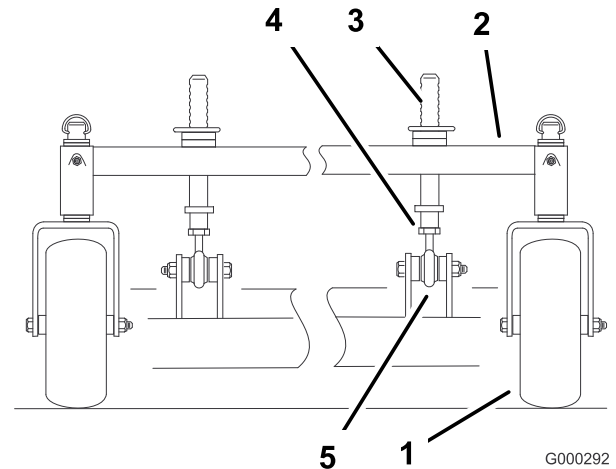

Figura 59
Para cambiar la inclinación longitudinal, pueden ajustarse los pilares delanteros de ajuste de altura de corte (Figura 59).
Para elevar la parte delantera de la carcasa, afloje la contratuerca y haga girar el pilar delantero en el sentido de las agujas del reloj (Figura 59).
Para bajar la parte delantera de la carcasa, afloje la contratuerca y haga girar el pilar delantero en el sentido contrario de las agujas del reloj (Figura 59).
2. Mida en las posiciones **C** y **D** (Figura 59) desde una superficie nivelada hasta el filo de corte de las cuchillas.
4. Apriete las contratuercas (Figura 59).